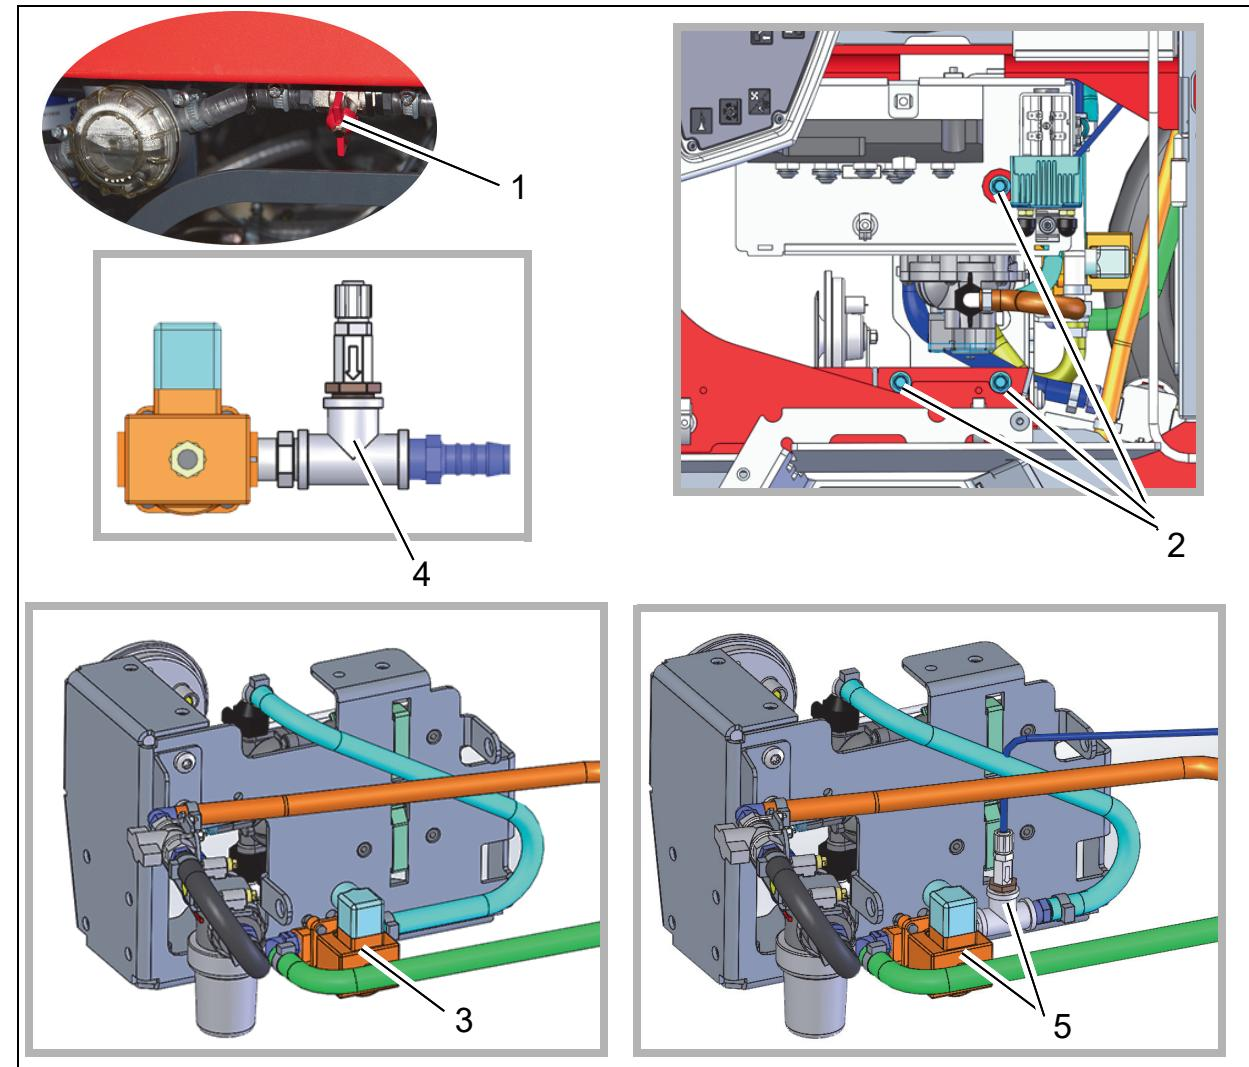

Abb. 2
1. Wasserzufuhr abschalten (Abb. 2/1).
3. Schrauben (Abb. 2/2) lösen und Wasserblech entfernen.
4. Magnetventil vom Wasserblech demontieren (Abb. 2/3).
5. Vormontiertes Rückschlagventil (Abb. 2/4) zwischen Magnetventil und Einschraubstutzen montieren. Verschraubungen mit Dichtungsmaterial einsetzen.
6. Vormontiertes Magnetventil wieder am Wasserblech montieren (Abb. 2/5) und alle Schlauch- und Kabelverbindungen wieder herstellen.